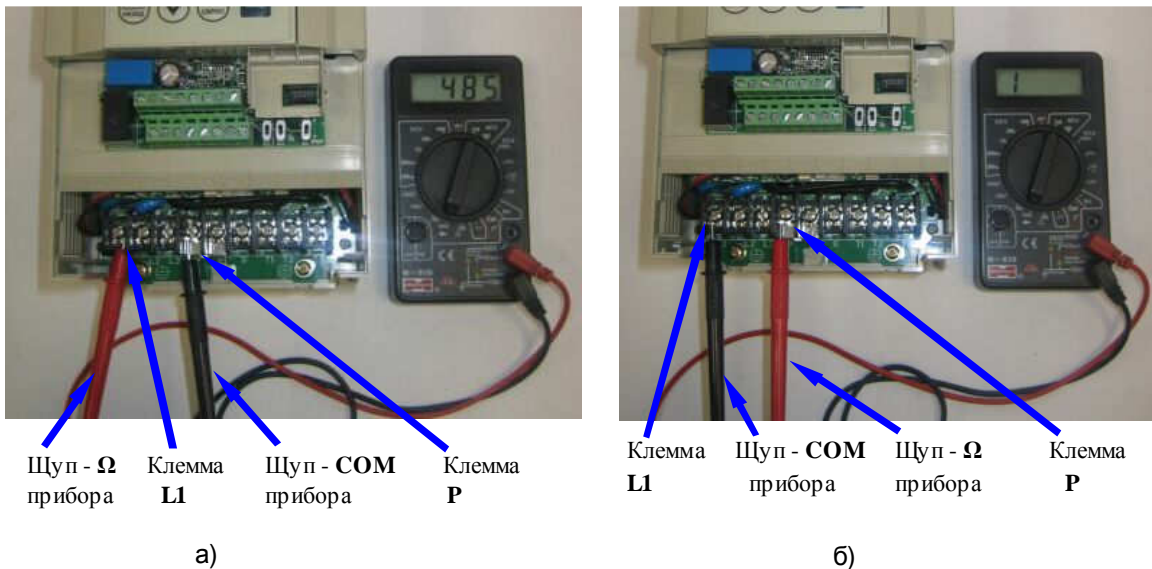

Рис. 4.5. Проверка входной силовой цепи относительно клеммы Р.
4.6.5. Проверить входную силовую цепь **P-L1**, как показано на рис. 4.5. При исправной матрице IGBT цепь должна «звониться» как диод (при прямой проводимости показания прибора 200.....1000, рис. 4.5а, при обратной проводимости – «Обрыв цепи», рис. 4.5б).